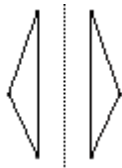

图 4.7.21 图元的镜像
Step3. 系统提示选取一个镜像中心线，选择图 4.7.21 所示的中心线（如果没有可用的中心线，可用绘制中心线的命令绘制一条中心线。这里要特别注意：基准面的投影线看上去像中心线，